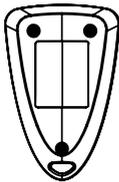

Abbildung 16. Batterieabdeckung
1. Öffnen Sie die Abdeckung des Batteriefachs, indem Sie die 3 Schrauben an der Rückseite des Sendergehäuses herauserschrauben (siehe Abb. 16).